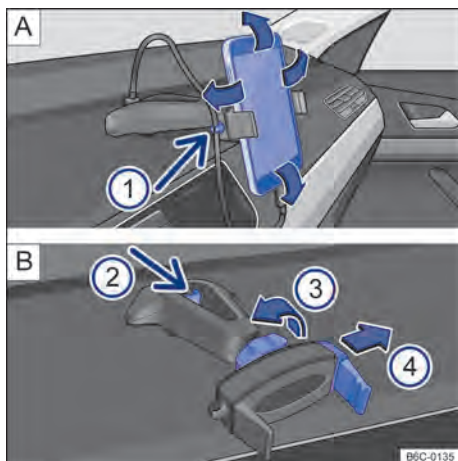

Fig. 170 No console central: suporte para telefone celular e ajustes.
- Segurar o suporte com uma mão e pressionar o botão de destravamento → Fig. 170 B ② (seta).
- Com a haste → Fig. 170 B ④ deslocar no sentido da seta, e instalar o telefone celular no alojamento.
- Com a outra mão deslocar a haste → Fig. 170 B ④ até que seja possível remover o aparelho do alojamento.
- Colocar o cabo USB na entrada carregador USB do suporte existente no painel de instrumentos → Fig. 170 A.
- Prender o cabo no suporte → Fig. 170 A ①.
- Para liberar o movimento do suporte, girar a trava → Fig. 170 B ③ no sentido contrário da seta.
- Para fixar a posição, girar a trava no sentido da seta ③ → Fig. 170 B até a fixação total do suporte.
O suporte para telefone celular tem garantia de 3 anos, com exceção da haste deslizante (garra) → Fig. 170 [B] ④ que tem garantia de **1 ano**.